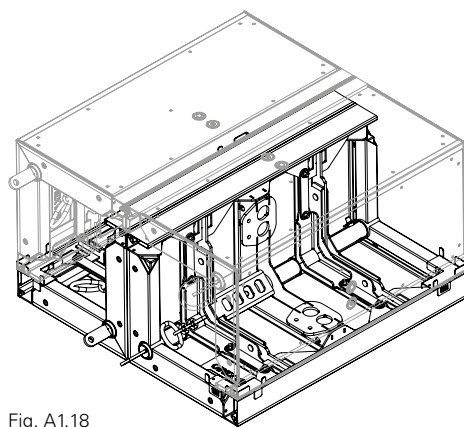

Fig. A1.18
- quatre angles de cage. Poser les cales de gerbage MX Flat (7) sur les angles uniquement en bas. (Fig. A1.18 + A1.19)